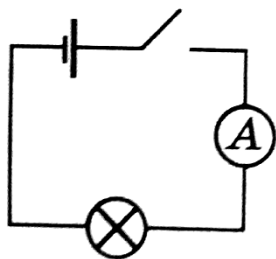

Рис. 188
2. Соберите электрические цепи по схемам, представленным на рис. 188 – 190.